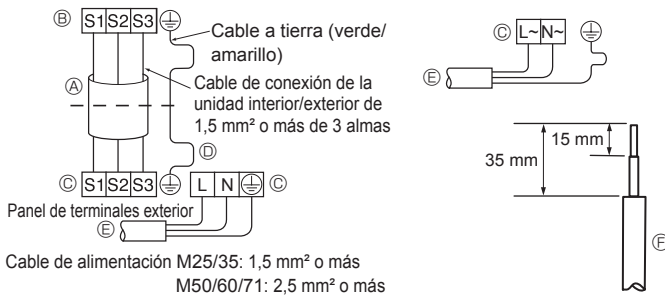
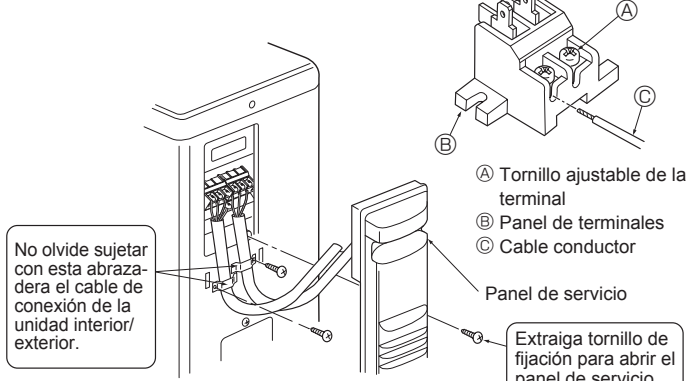
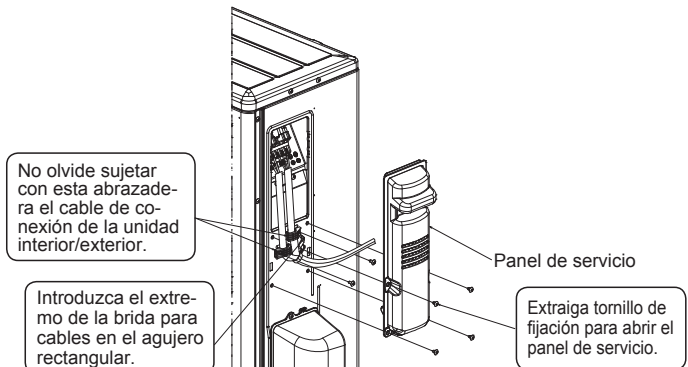

Fig. 6-2
Fig. 6-3
Fig. 6-4
### 6.1. Unidad exterior (Fig. 6-1, Fig. 6-2, Fig. 6-3, Fig. 6-4)
- ① Retire el panel de servicio.
- ② Conecte los cables de acuerdo con la Fig. 6-1, Fig. 6-2, Fig. 6-3 y la Fig. 6-4.
- Realice el tendido eléctrico como muestra el diagrama inferior izquierdo (los cables no vienen incluidos). (Fig. 6-2)